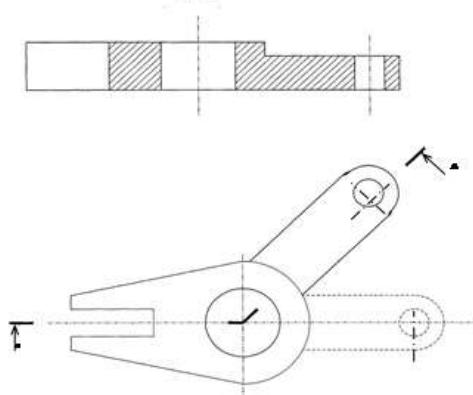

Рисунок 44 - Сложный разрез – ломанный
**Ломаные разрезы** - это разрезы, полученные при сечении предмета не параллельными, а пересекающимися плоскостями. В этом случае одна секущая плоскость условно поворачивается около линии пере сечения секущих плоскостей до совмещения с другой секущей плоскостью, параллельной какой-либо из основных плоскостей проекции, т. е. ломаный разрез размещается на месте соответствующего вида (рис.44)